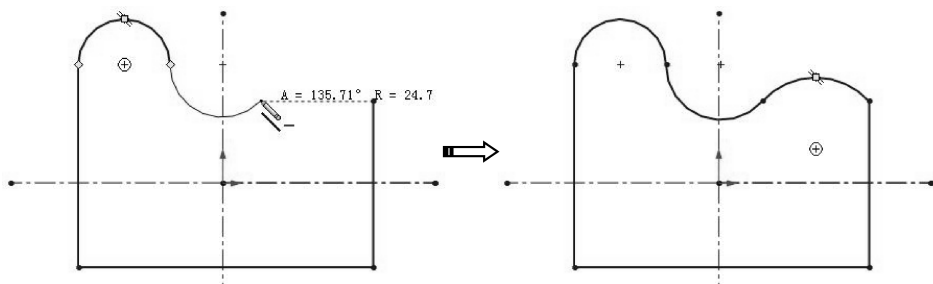

图 2-13 完成相切连接圆弧的绘制
- 07 绘制完圆弧后又变为直线绘制,此时只需要再重复上一步骤的操作,即可绘制出相切的连接圆弧,完成多个连续圆弧的绘制,结果如图 2-13 所示。